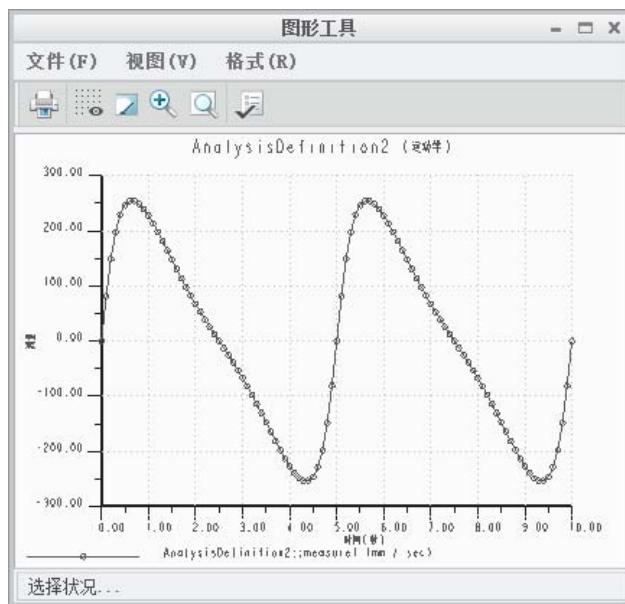

图 6.3.5 “图形工具”对话框
- (3) 选取测量名称。在“测量结果”对话框的列表中选择 `measure1`。
- (4) 选取运动结果。在“测量结果”对话框的“结果集”中，选择 `AnalysisDefinition2`。
- (5) 绘制测量图形。在“测量结果”对话框的顶部单击 按钮，系统便开始测量，并绘制测量的结果图，如图 6.3.5 所示。该图反映在运动学分析 `AnalysisDefinition2` 中，工作台相对于 WCS 的 Y 轴的速度（即工作台的提升速度）与时间的关系。